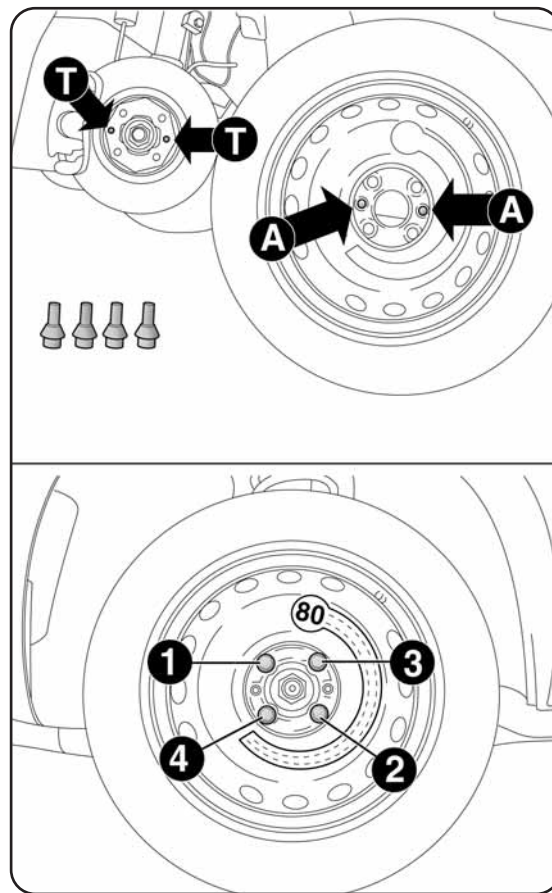

fig. 13
- montare il ruotino di scorta facendo coincidere i perni T-fig. 13 con uno dei fori A presenti sulla ruota;
- stringere a fondo i bulloni, passando alternativamente da un bullone a quello diametralmente opposto, secondo l'ordine illustrato in fig. 13.